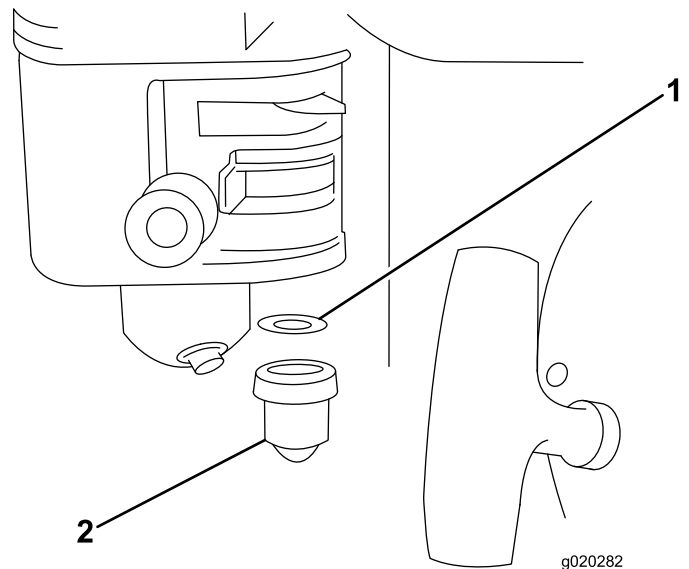

Figure 17
4. Nettoyez le carter de sédimentation et le joint torique (Figure 17).